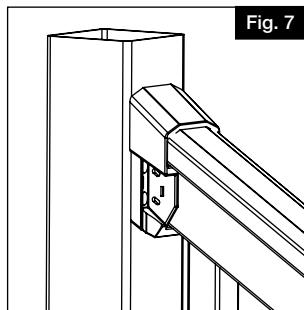
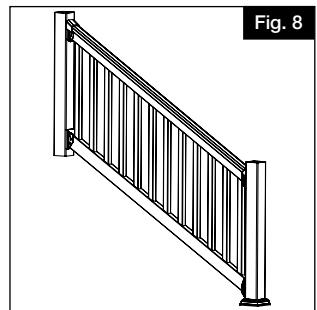

Fig. 7
Fig. 8
- Deslice los soportes de escalera sobre los travesaños (Fig. 7), y coloque el tramo de travesaño entre los postes (Fig. 8).